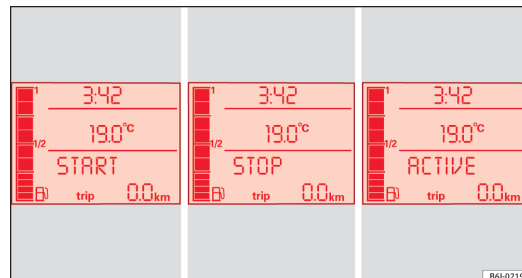

Abb. 102 Anzeige am Display des Kombiinstrumentes während des Start-Stopp-Betriebs
- Am Display des Kombiinstrumentes wird der Funktionszustand des Start-Stopp-Systems angezeigt → **Abb. 102**.